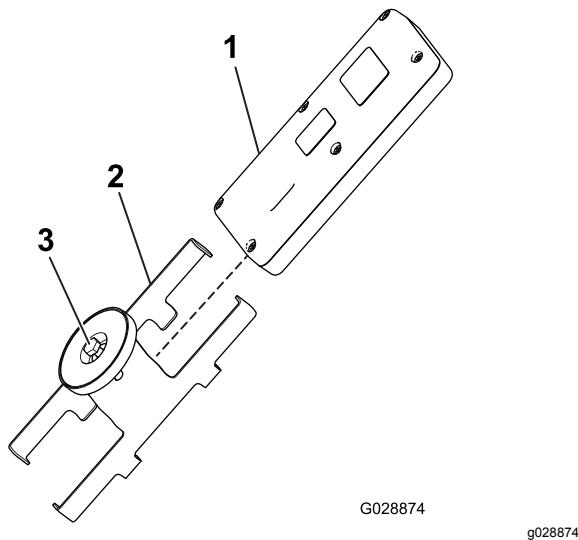

Figura 45
1. Afloje el perno del imán situado en el soporte magnético remoto (Figura 45).
2. Separe los lados del soporte y retire el control remoto (**Figura 45**).
8. Instale el control remoto de mano en el soporte magnético, una las dos mitades para ajustarlo y apriete el perno del imán (**Figura 45**).